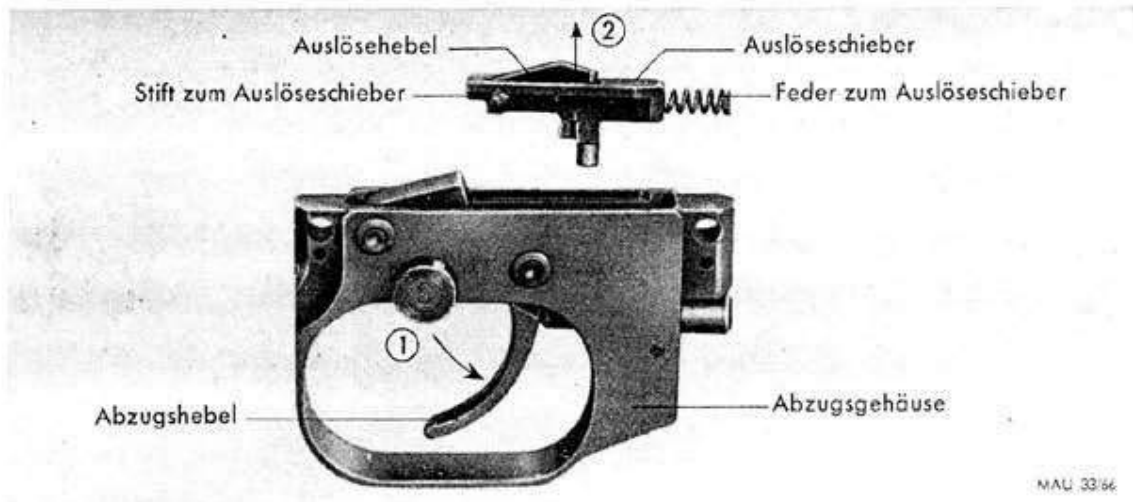

Abb. 66: MG 81; Herausnehmen des Auslöseschiebers
6. Zerlegen und Zusammensetzen des Abzugs (Abb. 66—72).
① Durch Betätigen des Abzugshebels wird der Auslöseschieber frei — **Achtung, Feder entspannt sich** — und
② aus dem Abzugsgehäuse herausgenommen (Abb. 66). Die Feder zum Auslöseschieber aus ihrer Bohrung nehmen. Den Stift zum Auslöseschieber herausdrücken, sodann Auslösehebel, Feder zum Auslösehebel und Bolzen zum Auslösehebel herausnehmen.